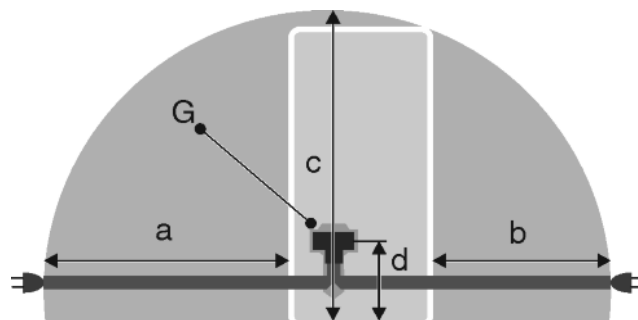

Fig. 44
- Zásuvka leží mimo oblast zadní stěny spotřebiče v dané oblasti *Fig. 44 (a, b, c)*.
- Zástrčku spotřebiče *Fig. 44 (G)* zastrčte na zadní straně spotřebiče. Dávejte pozor na správné zaklesnutí.